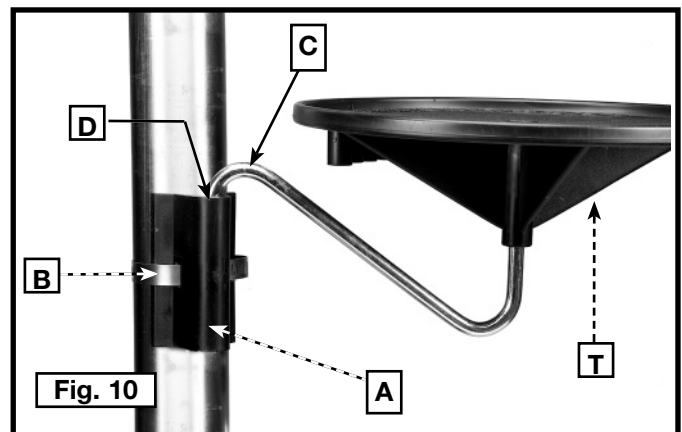

Fig. 10
5. Coloque el soporte de montaje (A), Fig. 10, en la columna.
- NOTA: Asegúrese de que el soporte de montaje (A), Fig. 10, esté en el lado opuesto de la columna de la cremallera de elevación (F), Fig. 8.
6. Inserte la abrazadera (B), Fig. 10, a través del soporte de montaje debajo de la cremallera de elevación y alrededor de la columna. Ajuste la abrazadera de la manguera son firmeza.
7. Ensamble el brazo de montaje (C) en el orificio del soporte (D), Fig. 10, y adjunte la bandeja (T) al brazo de montaje.